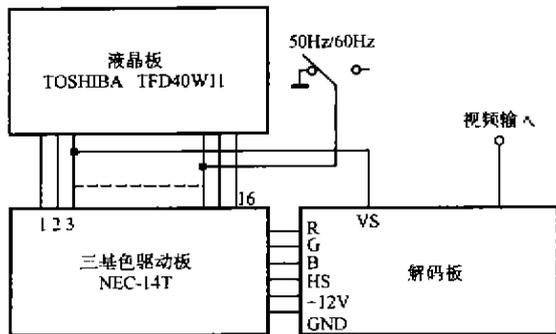

图 8 液晶板接线图
下面笔者就以东芝 4 英寸液晶屏为例, 谈谈解码板的使用。东芝屏背后自带背光源及三基色驱动板(型号为 NEC14T), 所用集成电路为 TA8695(行场同步处理)和液晶屏专用三基色校正驱动集成电路 TA8696。注意制作彩色投影机时要将背光灯去掉。其液晶板和驱动板之间有一 16 芯排线相连。驱动板后有一个 7 针插座, 引脚分别为: 行同步、地线、12V 电源、空脚、红、绿、蓝。使用时将解码板的 P1、P2、P3 分别接到 7 针插座的红、绿、蓝 3 脚, 将 CN2 和 VS 端接行同步, 将 CN2 的 HS 端直接接到 16 芯排线的③脚。16 芯排线的⑭脚是场幅控制端, 当使用 PAL 制时, 该脚接地, 当 NTSC 制时, 该脚悬空(如图 8 所示)。